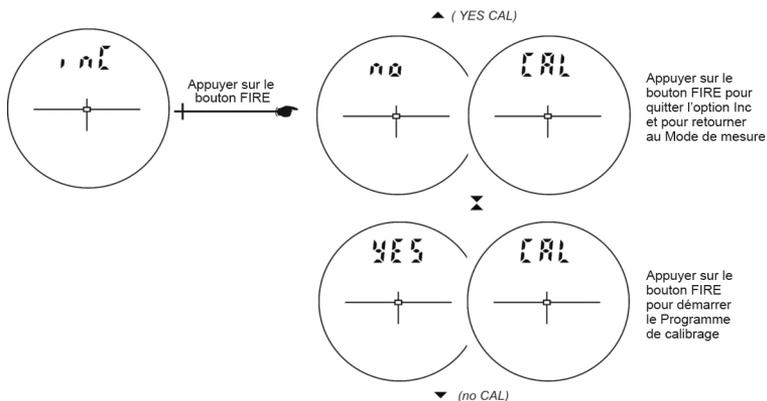

Figure 14
3. Appuyer sur le bouton  pour sélectionner l'option « inC ». Le message « no » « CAL » s'affiche sur l'écran principal et devrait apparaître comme l'illustre la Figure 14.